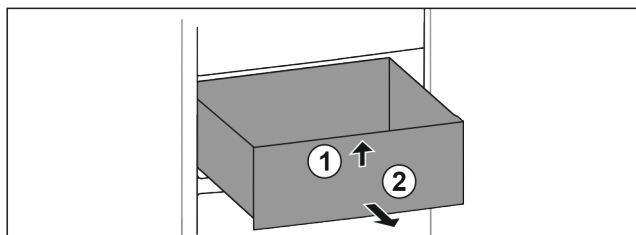

Fig. 68
- ▶ Lyft upp utdragslåda framtill. Fig. 68 (1)
- ▶ Ta ut utdragslåda genom att dra den framåt. Fig. 68 (2)